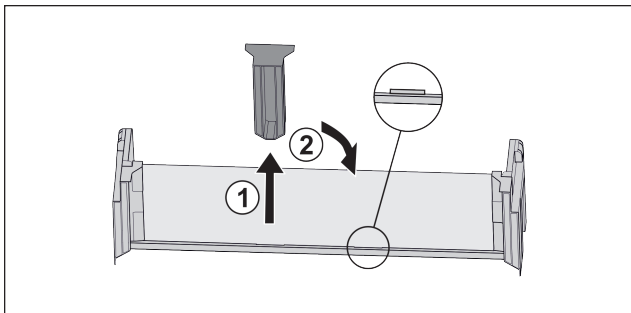

Fig. 23
- ▶ 拉出中间的定位件 Fig. 23 (1)。
- ▶ 将中间的定位件插入第二个位置 Fig. 23 (2)。